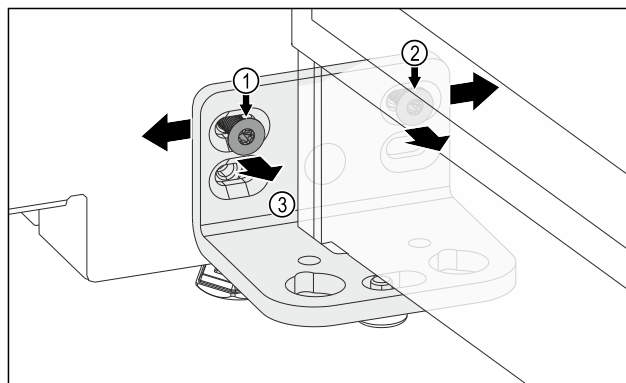

Fig. 11
- Desserrer la vis Fig. 11 (1) et la vis Fig. 11 (2). Pour la vis Fig. 11 (2), vous aurez besoin d'un petit tournevis d'angle.
- Pousser la porte et l'équerre de charnière Fig. 11 (3) vers la gauche.
- Pousser la porte et l'équerre de charnière *Fig. 11 (3)* vers la droite.
- Position finale de la porte atteinte : serrer la vis *Fig. 11 (1)* et la vis *Fig. 11 (2)*.